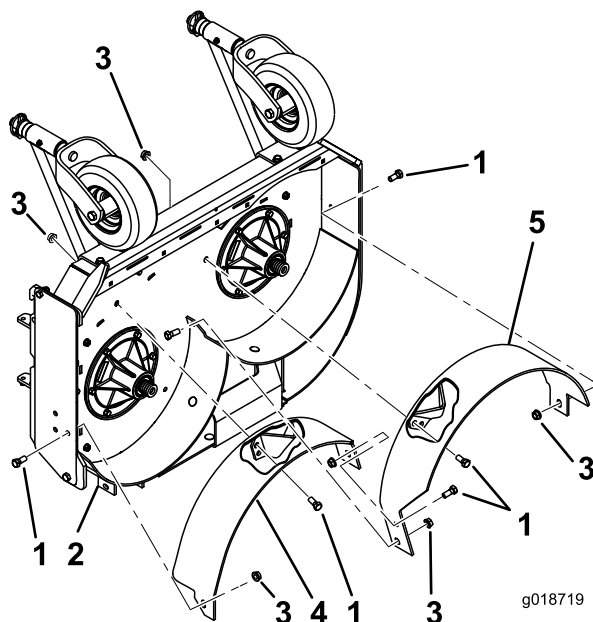

Figura 6
2. Montate, senza serrarlo, il deflettore destro sul piatto di taglio con un bullone (3/8 x 7/8 poll.) e un dado flangiato (3/8 poll.) (Figura 6).
3. Montate, senza serrarlo, il deflettore destro sulla piastra di scarico con un bullone (3/8 x 7/8 poll.) e un dado flangiato (3/8 poll.) (Figura 6).
5. Montate, senza serrarlo, il deflettore sinistro sul piatto di taglio con 2 bulloni (3/8 x 7/8 poll.) e 2 dadi flangiati (3/8 poll.) (Figura 6).
6. Montate, senza serrarlo, il deflettore sinistro sulla parete laterale sinistra del piatto di taglio con un bullone (3/8 x 7/8 poll.) e un dado flangiato (3/8 poll.) (Figura 6).
6. Serrate saldamente tutti i bulloni e i dadi per i deflettori (Figura 6).